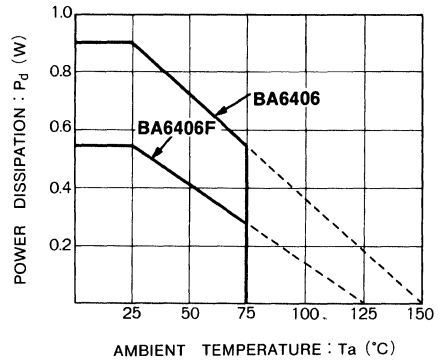

Fig. 3
(2) 周囲温度に対する IC の許容損失は、Fig. 3 のとおりです。熱設計の参考にしてください。
(3) 消費電力